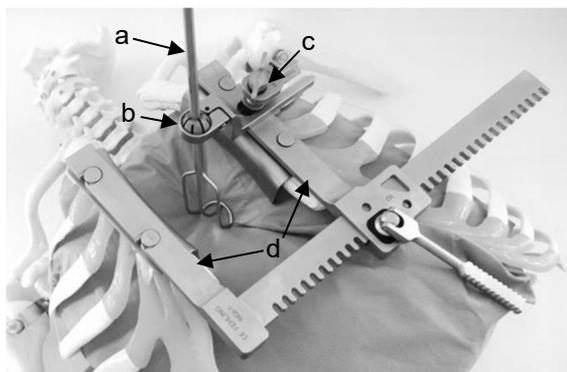

Fig. 4
- 3 Pour l'exposition du thorax, ouvrir l'écarteur autant que nécessaire à l'aide de la crémaillère (Fig. 4).